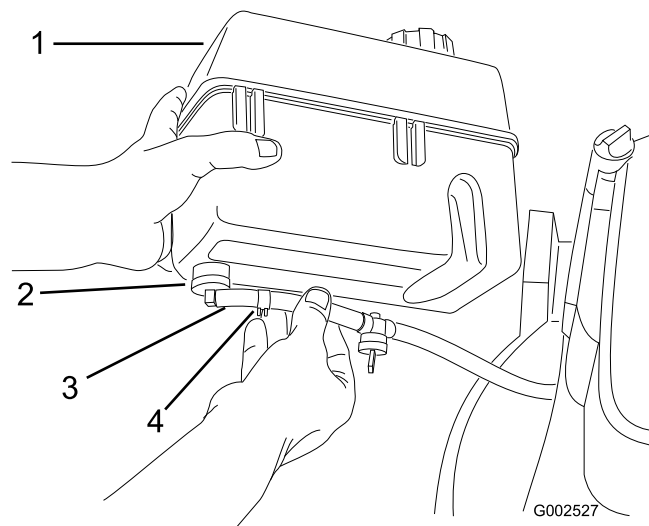

Figura 5
- Deslice el extremo del tubo de combustible sobre el codo (Figura 5).
- Sujete el tubo de combustible con la abrazadera del tubo de combustible (Figura 5).